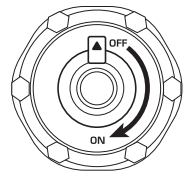

Fig. 3
7. După ce generatorul se oprește, lăsați-l să se răcească și închideți ventilul de aer de pe bușonul de combustibil (puneți pe „OFF”, așa cum se arată în Fig. 3